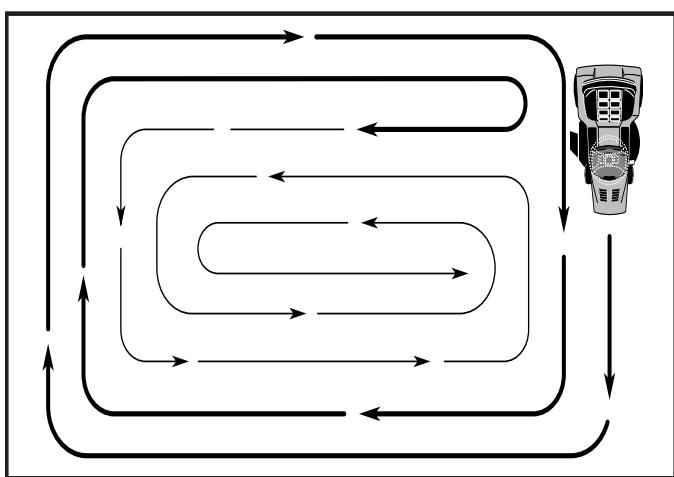

FIG. 12
- Pour tondre une grande surface, on vous conseille de commencer par tourner à droite, de faire un cercle et de revenir à gauche jusqu'à ce que le travail soit achevé (Voir la Fig. 12).